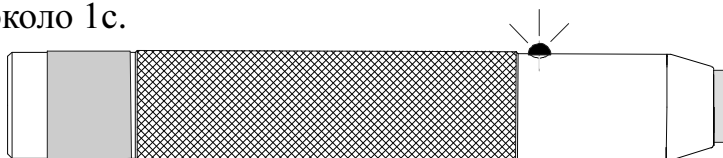

Рис.4.
- световая индикация оповестит пользователя об удачном касании точки контроля (Рис.4). Если точка контроля записана в память светодиодный индикатор непрерывно горит около 1с.